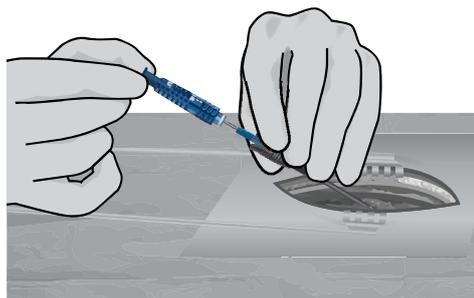

Figure 8. Retrait de l'adaptateur LOR
7. L'adaptateur LOR doit être retiré avant l'insertion de la sonde (voir Figure 8). Retirez l'adaptateur LOR directement de l'aiguille à fente sans le tordre ni le plier.